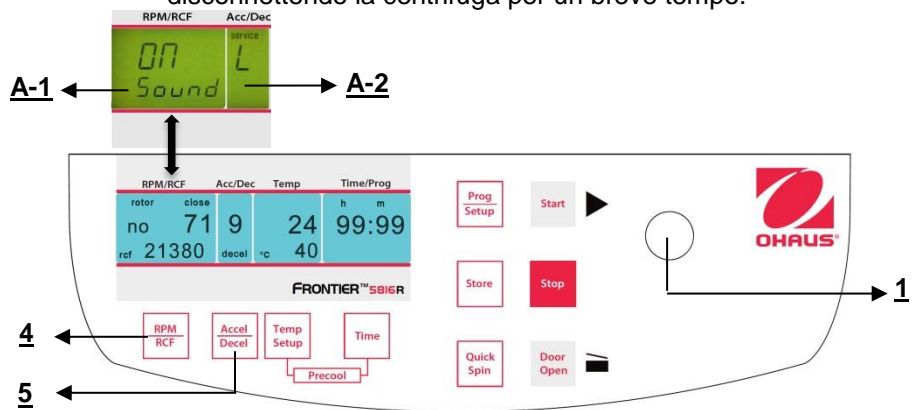

Figura 32
Procedere come descritto al punto 4.1.1 per inserire questa modalità programma e poi premere il tasto "Accel/Decel" (5). Sul display "Acc/Dec" (A-2) lampeggia la parola "Service". Selezionare adesso la lettera "L" con la manopola di regolazione (1). Di conseguenza, compaiono le parole "On Sound" sul display "RPM | RCF" (4). Se adesso si preme il tasto "RPM | RCF" (4), lampeggia la parola "On" e si può disattivare la suoneria, con la manopola di regolazione(1) (Vedere figura 32).